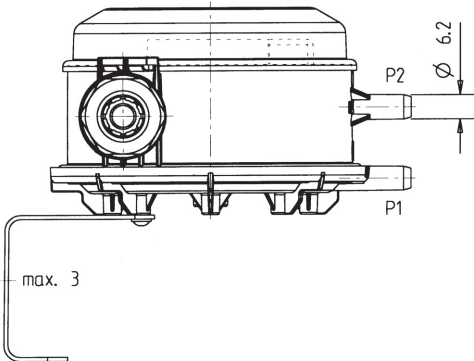

Fig. 2
2. Einstellen der Schaltpunkte – Fig. 2